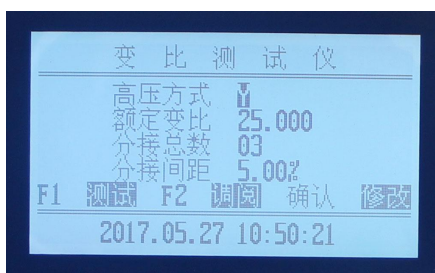
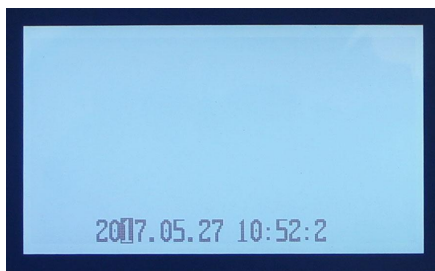
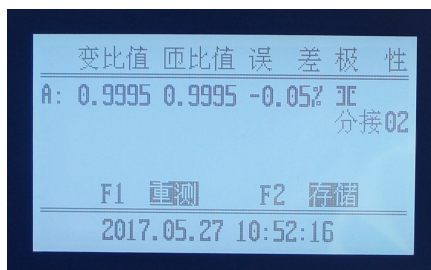
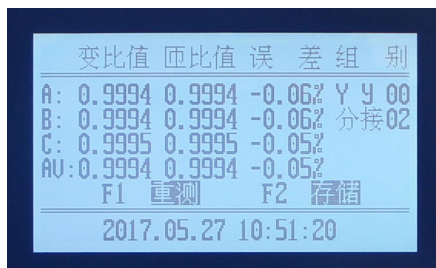

图 3
图 5
图 6
图 7
几秒钟后屏幕显示见图 3。
② **时间设定**：在开机后屏幕显示图 3 状态下，可按**返回**键进入修改界面，按**←→**键选择改变光标的位置，按**↑↓**键修改数字，界面如下图 5 所示，完成修改后按**确认**键退出，返回到图 3 状态。
③单相变压器或 PT 互感器测量:此时可以在图 3 状态下修改参数选择高压方式**单相**,其他按实际值修改,参数修改完成退出修改后,按 **F1** 键直接进入测试,显示“正在测试”,测试结果显示如图 6 所示:
④三相变压器测量(以 Y 型为例):此时可以在图 3 状态下修改参数选择高压方式“Y”,其他参数按实际值修改,参数修改完成退出修改后,按 **F1** 键直接进入测试,显示“正在测试”,测试结果显示如图 7 所示:
下：将三相变压器的高低压绕组分别按顺序接到本仪器的高低压接线端，打开仪器，在图 3 状态下直接选择 **F1** 测试，显示“正在测试”，测试结果显示如图 8 所示，此图中所显示的数据只有变比值和组别号是准确的，由于其他参数不清楚，无法设定准确值，故所显示的匝比值、误差、分接值、连接方式等不是准确的数据，不能做为参考依据，如果知道高压方式，则可以测出实际的连接组别。
打开电源开关显示出主菜单（见图 3），此时按**确认**键，显示见图 5。此时可输入额定变比值，按照变压器铭牌上的高压端 9 分接电压值 110.0，低压电压 10.5，计算出额定变比 10.476，输入额定变比 10.476，分接总数 17，分接间距 1.25%，输入完成后，按**返回**键返回到主菜单，按**F1**键，仪器开始测量，测量结果见图 11 所示。
打开电源开关，显示主菜单（见图 3），操作与上例相似，只是额定变比的计算要注意，变压器铭牌高压端 9 分接电压值（ $525/1.732=$ ）303.1，低压侧电压 20，计算值是 $303.1/20=15.155$ ，输入到额定变比位置，在参数设置时，将高压方式改成“单”，额定变比改成 15.155，总分接数改成 17，分接间距改成 1.25%，修改完成后，按 **F1** 键进行测试。测试结果与图 5 相似。